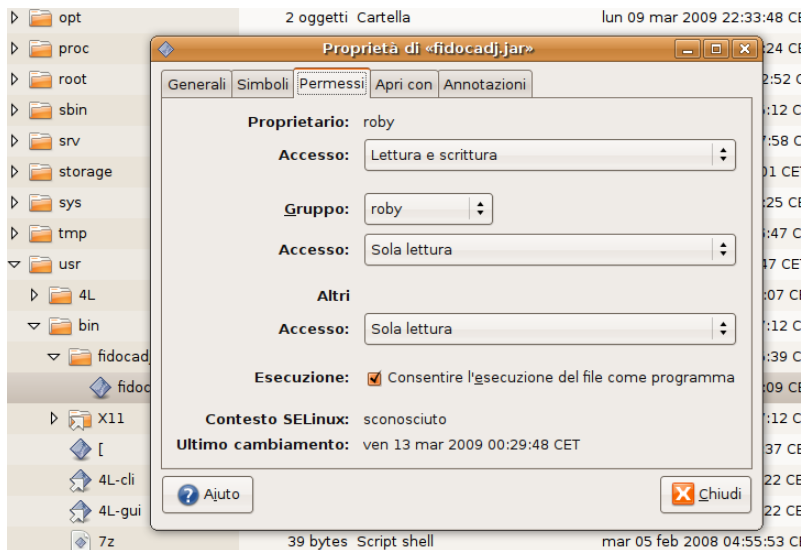

Figura A.1.: L'impostazione dei permessi del file, su Ubuntu 8.04.
- Facciamo ora click con il tasto destro sul file, dalla finestra che comparirà selezioniamo “rights” e aggiungiamo un segno di spunta a “Allow the execution of the file as a program”, come mostrato in figura A.1